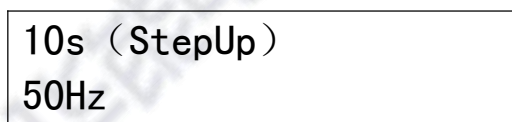

图 5.9
(2) 时间设置: 再按“设置”键, 光标出现在时间数值后, 用“^”或“v”键改变输出时间设置值。
(3) 电流上限设置: 再按“设置”键, 光标出现在击穿电流上限报警值后, 用“^”或“v”键改变击穿电流报警设置值。
(4) 电流下限设置: 再按“设置”键, 光标出现在击穿电流下限报警值后, 用“^”或“v”键改变击穿电流报警设置值。
(5) 缓升时间设置: 再按“设置”键, 出现输出缓升时间设置值, 如图 5.9. 用“^”或“v”键改变输出缓升时间设置值。
(6) 频率设置: 再按“设置”键, 出现输出频率设置值, 用“^”或“v”键改变输出频率设置值。
(7) 再按“设置”键, 设置的参数自动保存, 并返回待机界面。